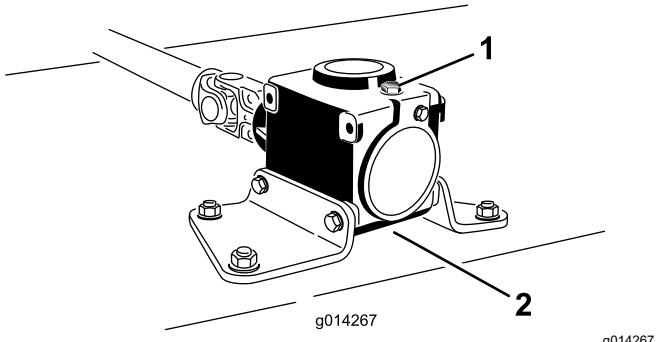

Figure 22
- Retirez le bouchon de remplissage-jauge au sommet du boîtier d'engrenages (Figure 22) et vérifiez que le niveau de lubrifiant se situe entre les repères sur la jauge.
6. Retirez la jauge-bouchon de remplissage au sommet du boîtier d'engrenages (Figure 22).